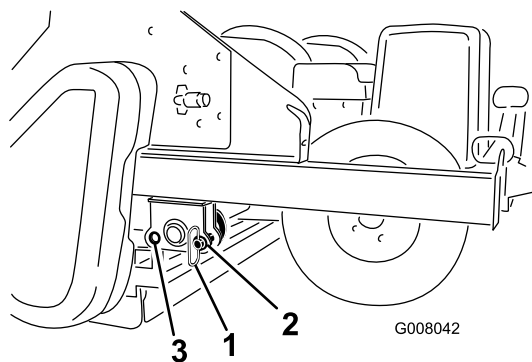

図 15
12. プロセッサを使う際には、格納保管用ピンを前穴から外して後穴に差し込んでください (図 15)。